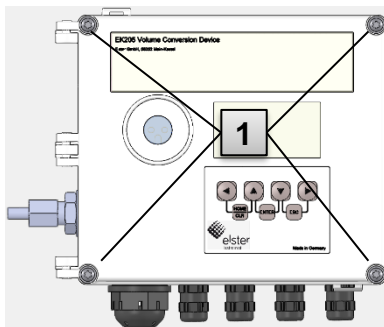

Abb. 19
1. Schließen Sie das Gehäuse mit Hilfe der vormontierten vier Schrauben (Abb. 19: 1).